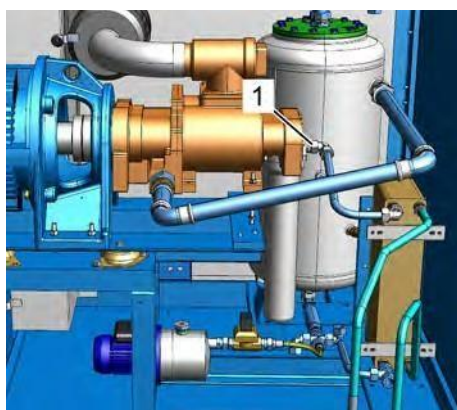

Рис. 46: Соединительная труба фильтра тонкой очистки
9. ▶ **Исполнение с водяным охлаждением:** Подготовьте приемную емкость, демонтируйте трубопровод между фильтром тонкой очистки и пластинчатым теплообменником (Рис. 46/1) и продуйте его сжатым воздухом, не содержащим масла.